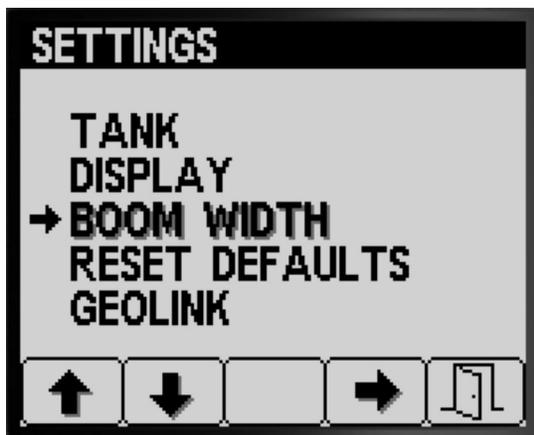

Figure 32
- Appuyez sur le bouton 2 de l'écran Réglages jusqu'à ce l'option LARGEUR DE RAMPE soit atteinte (Figure 32).
- Appuyez sur le bouton 4 pour sélectionner l'option LARGEUR DE RAMPE (Figure 32).